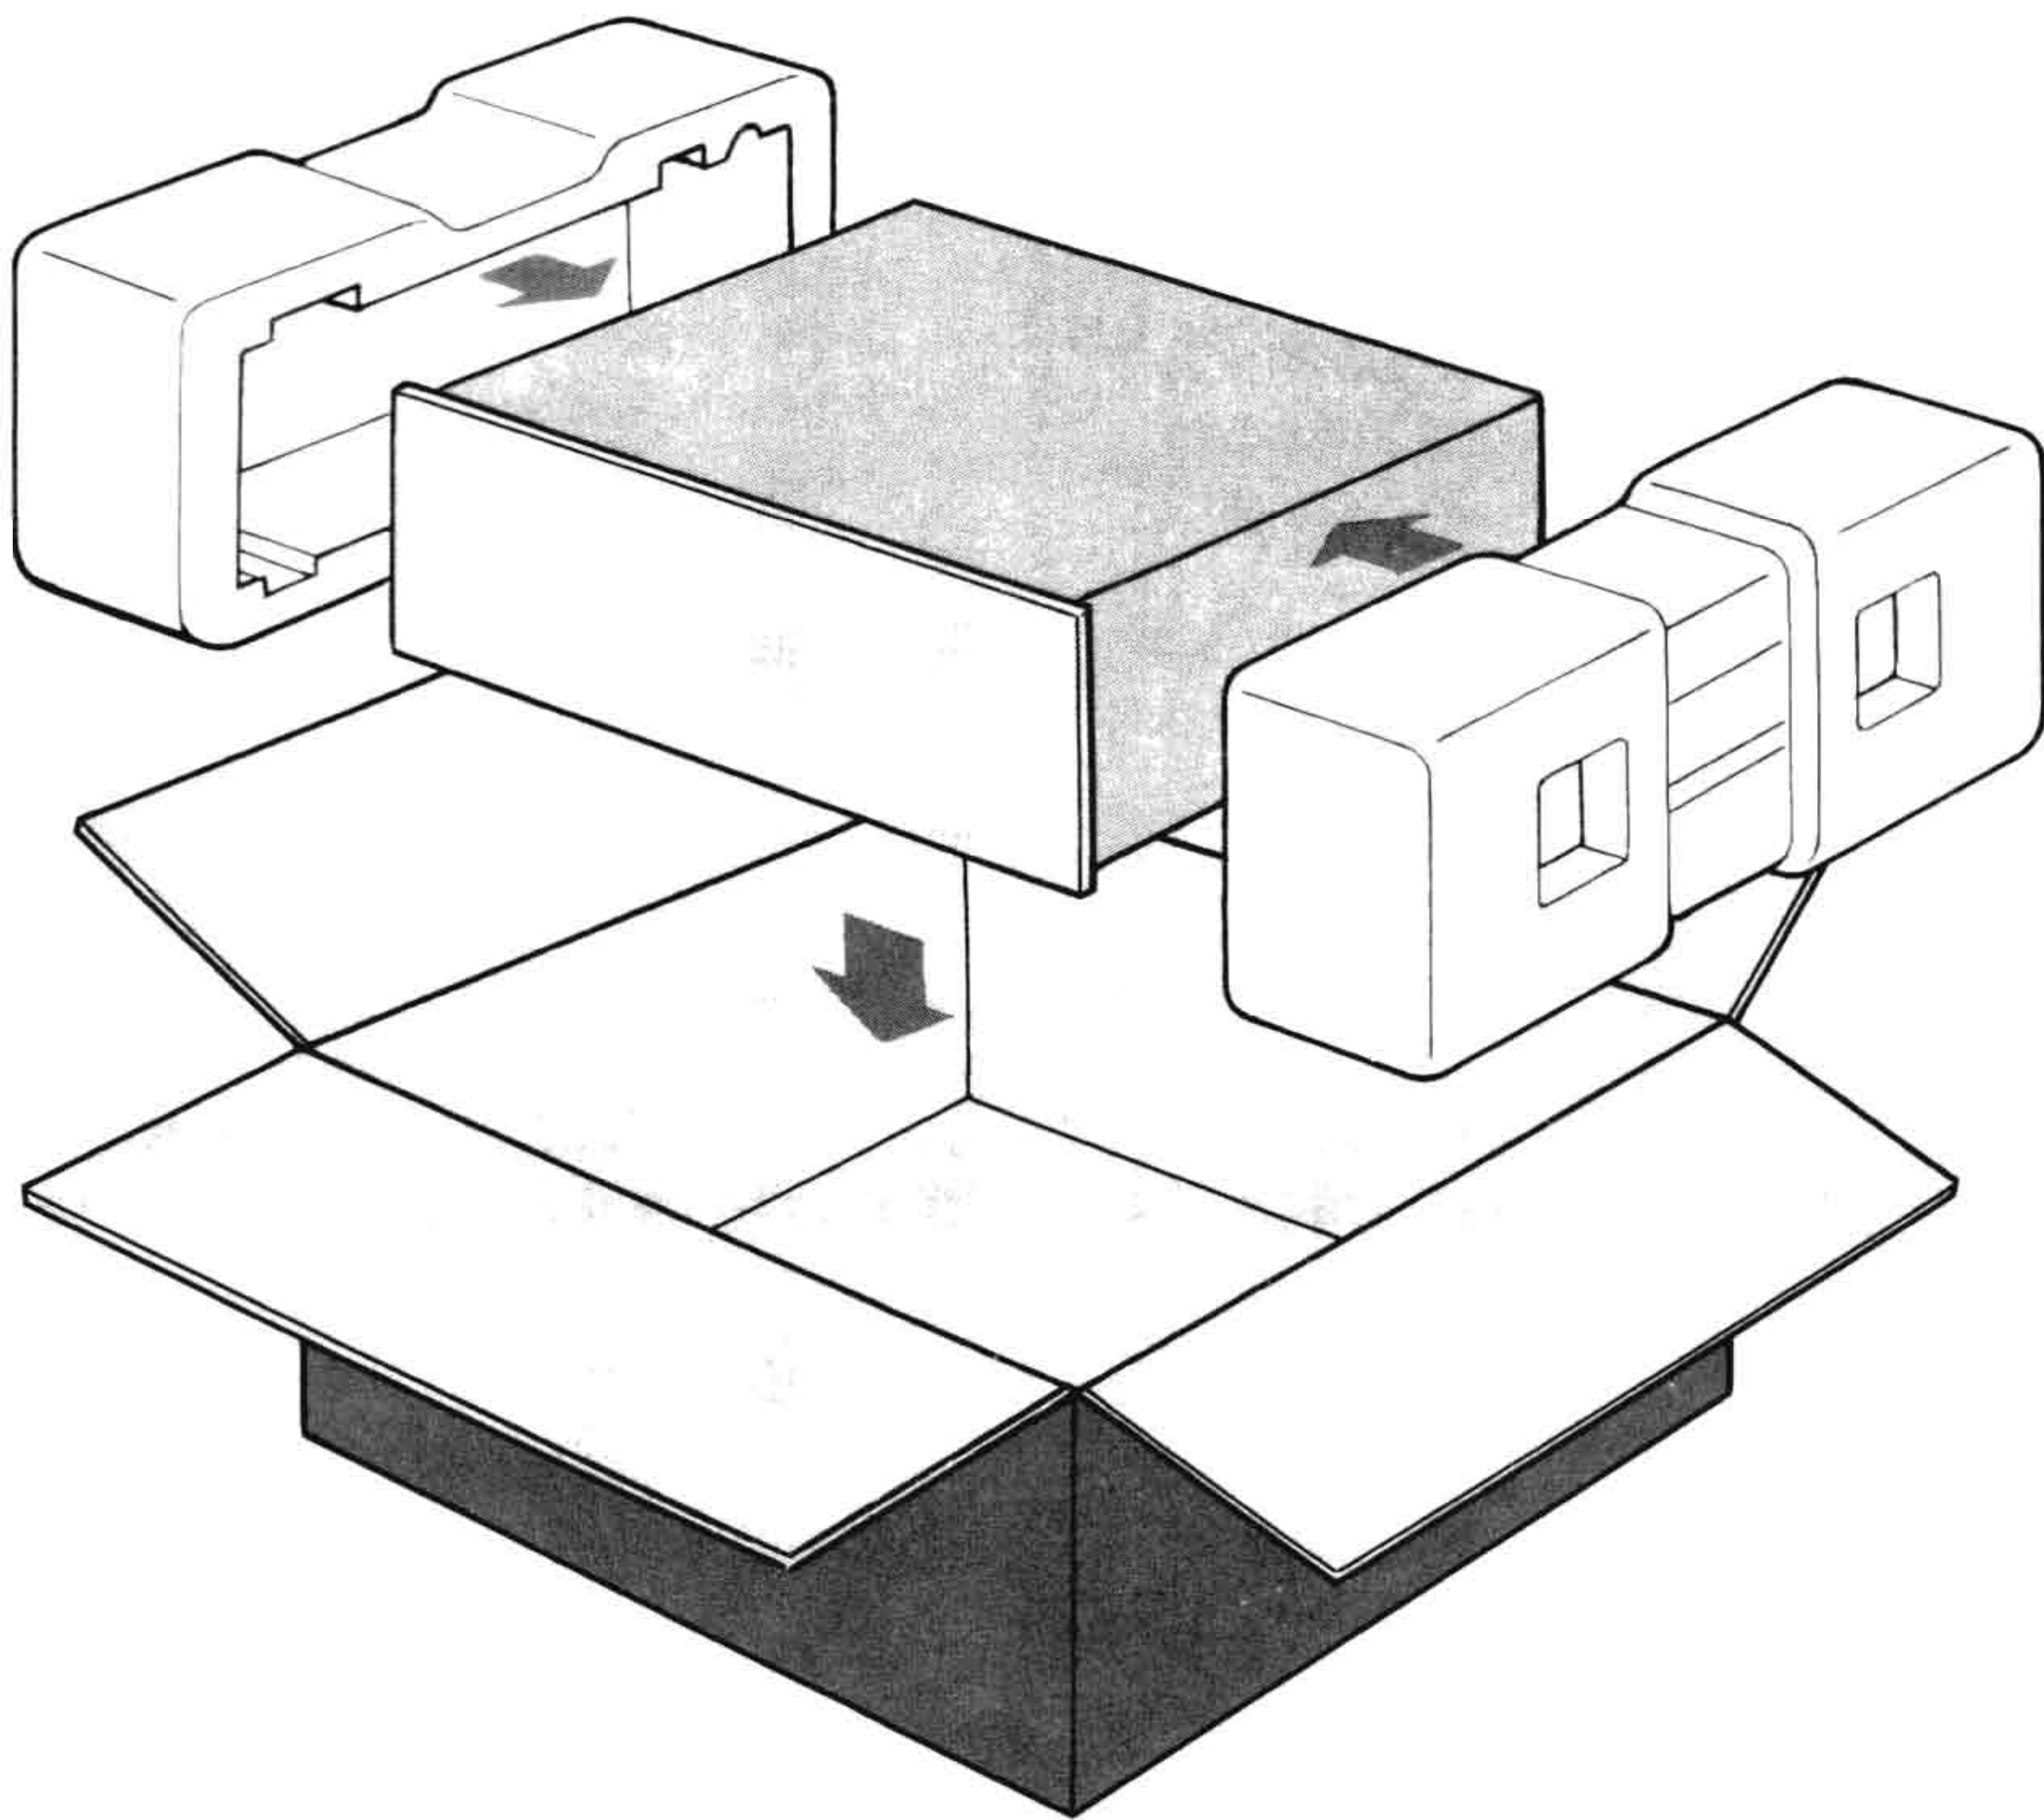

Figure 6. Instructions d'emballage
- b. Emballez l'appareil très soigneusement en utilisant l'emballage d'origine comme le montre la figure 6.